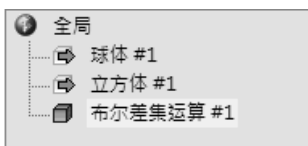

图 2-60 全局浏览器中显示新对象“布尔差集运算#1”
9) 观察全局浏览器, 此时自动新建一对象, 名为“布尔差集运算#1”, 如图 2-60 所示。同时可见对象名称前的小图标有所变化: “球体#1”和“立方体#1”变为, 表示该对象成为某个结构树中的源对象, 并被自动隐藏; 图标代表此对象正常显示于视图中。